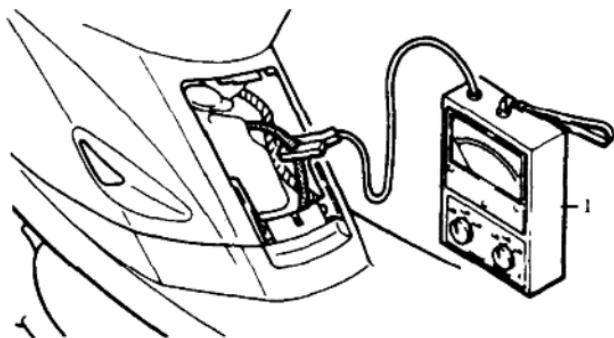

图1-14 测怠速
(3)使用感应式转速计测量怠速。如图1-14所示,将转速计传感器夹子夹在连接火花塞帽的高压线上测量实际怠速。